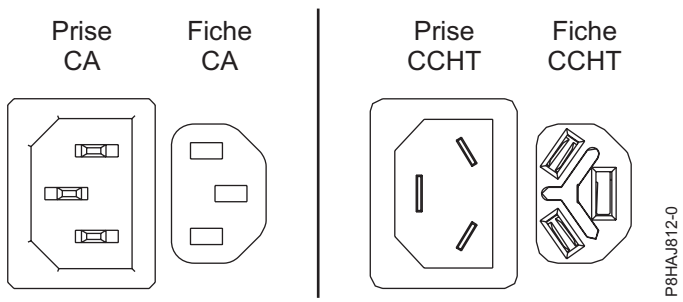
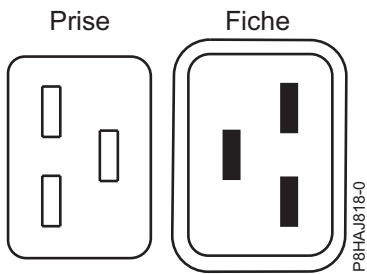
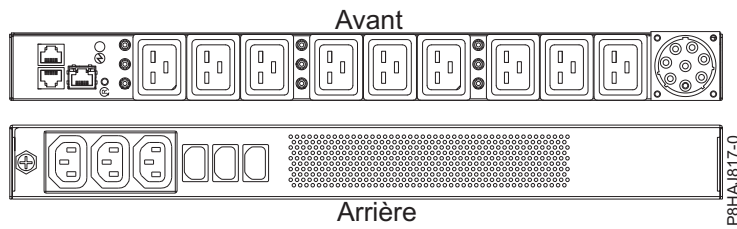

Figure 74. Connecteurs CA et CCHT
Figure 75. Connecteurs pour le système 8408-44E
Figure 76. Unité d'alimentation pour le système 8408-44E
La figure 74, à la page 87 représente les connecteurs pour courant alternatif (CA) et courant continu haute tension (CCHT) pris en charge. Les figure 75, à la page 87 et figure 76, à la page 87 illustrent les